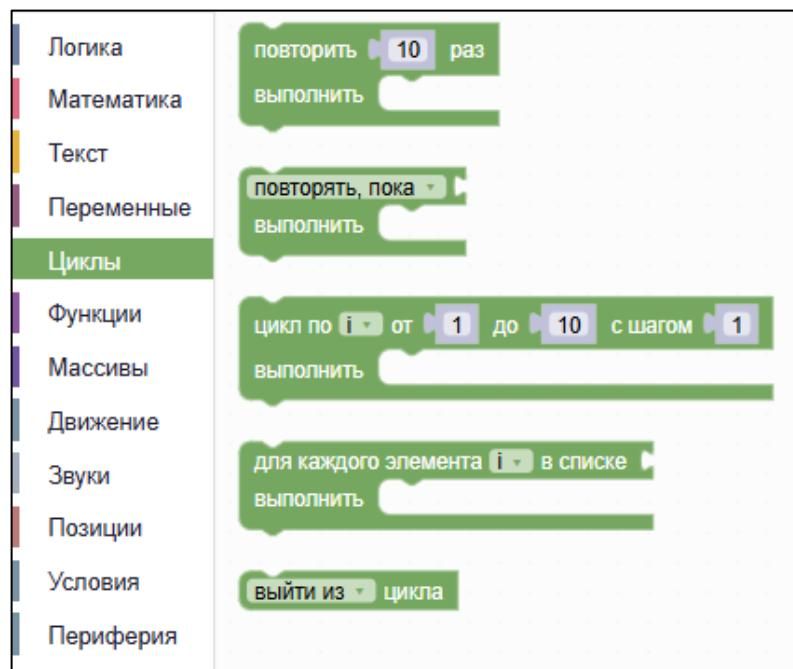

Рисунок II-16 – Раздел «Циклы»
- Раздел «Циклы» – набор блоков с циклическими командами (см. Рисунок II-16).